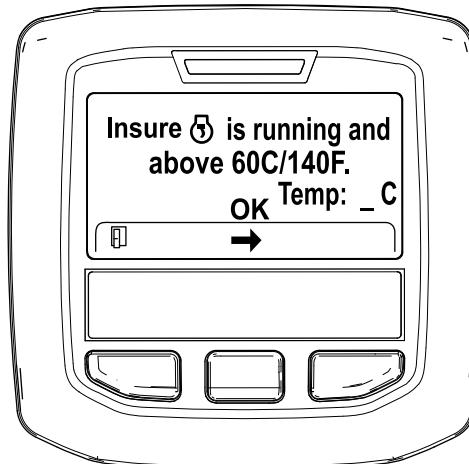

Рисунок 50
5. Если температура охлаждающей жидкости ниже 60 °C (140 °F), появится сообщение «Insure is running and above 60C/140F» («Убедитесь, что двигатель работает и температура выше 60 °C / 140 °F»). (Рисунок 50).